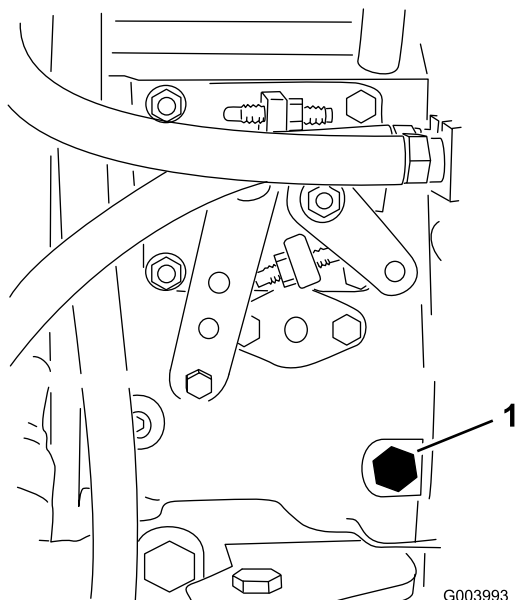

図 31
3. 燃料噴射ポンプ **図 31**についているエア抜きねじを、12mmのレンチを使って開く。